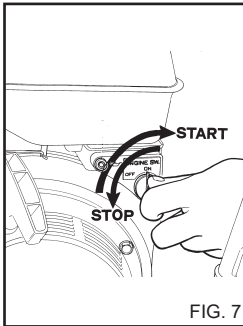

FIG. 7
3) Posizionare il commutatore del motore su posizione ON (fig. 7).
a) Posizionare il commutatore del motore su posizione OFF. (fig. 7).